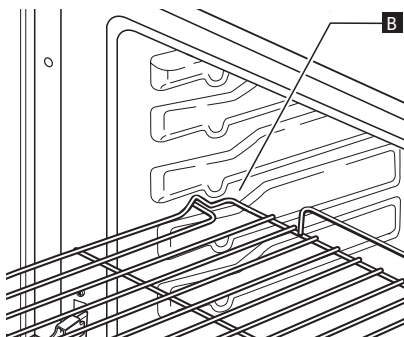

Fig. 2
2. Incline a grelha metálica em correspondência com a posição de bloqueio "B" (fig. 2).